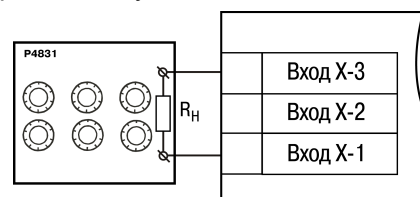

Рисунок 8.1 – Подключение магазина сопротивлений
1. Подключить к прибору магазин сопротивлений типа Р4831 или подобный ему с классом точности не ниже 0,05 по трехпроводной линии (рисунок 8.1). Сопротивления проводов в линии должны быть равны друг другу и каждое не должно превышать величины 15 Ом.